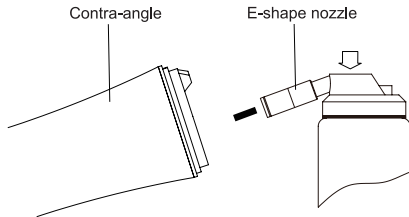

Fig. 6
3.2.3 Inserte la boquilla en la cola del contra-ángulo. Coloque un pañuelo de papel en el cabezal y sujete la pieza de mano para pulverizar aceite sobre él durante 2-3 segundos. Compruebe si el pañuelo está limpio. Si está limpio, el contra-ángulo puede esterilizarse en autoclave. En caso contrario, vuelva a pulverizar hasta que el tejido esté limpio. (Fig. 6).